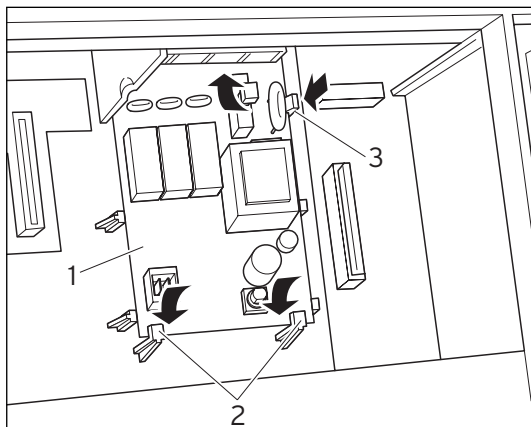

Рис. 3.1 Установка платы
- Вставьте плату (1) под удерживающие накладки (2) (смотрите рис. 3.1).
- Осторожно нажимайте на плату, располагая ее между центрирующими поверхностями, до тех пор, пока плата не зафиксируется в держателях (3) (рис. 3.1).